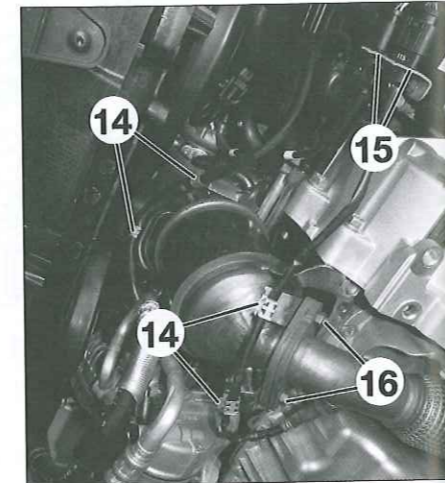

Fig. 54
- Desengrapar los cableados del catalizador (14).
- Sacar los conectores (15) (Fig.54).
- Desatornillar las tuercas (16) y retirar la junta.